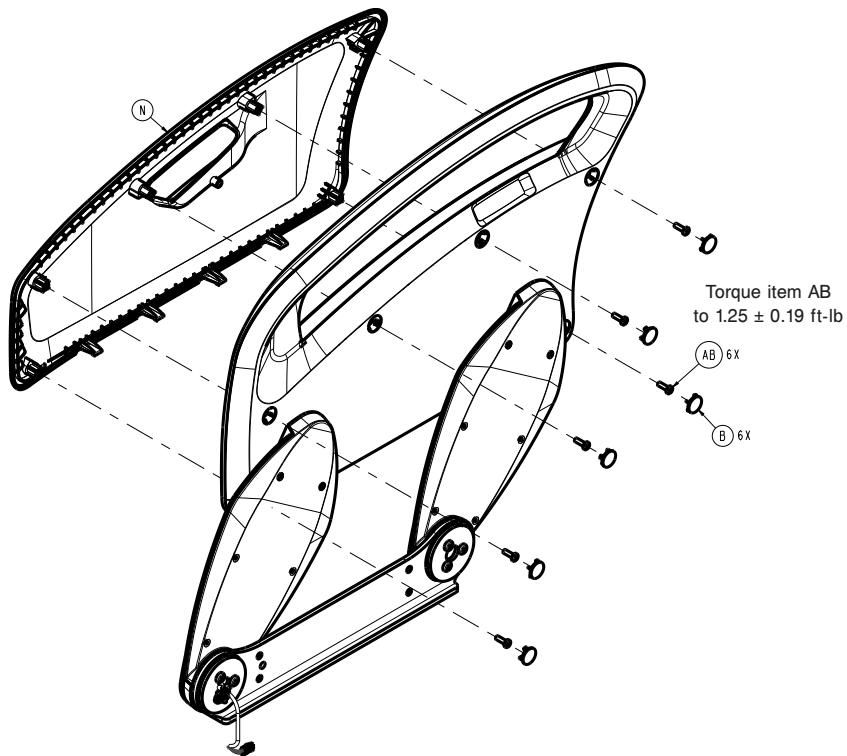

Figure 60 – Remplacement de l’arceau de la barrière du côté pieds
6. À l'aide d'un outil à pointe, retirer les six cache-vis (B) de l'intérieur de la barrière latérale (Figure 60). Jeter les cache-vis.
7. À l'aide d'un tournevis Torx T25, retirer les six vis (AE) qui fixent le couvercle (N) à l'ensemble de barrière (Figure 60). Retirer le couvercle de la barrière externe.